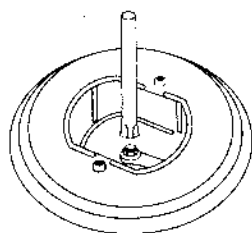

Рис. 22
2. Отверните и снимите жиклеры, которые размещены с нижней стороны каждой конфорки, используя для этого торцевой гаечный ключ размером 7 мм (рис. 22).